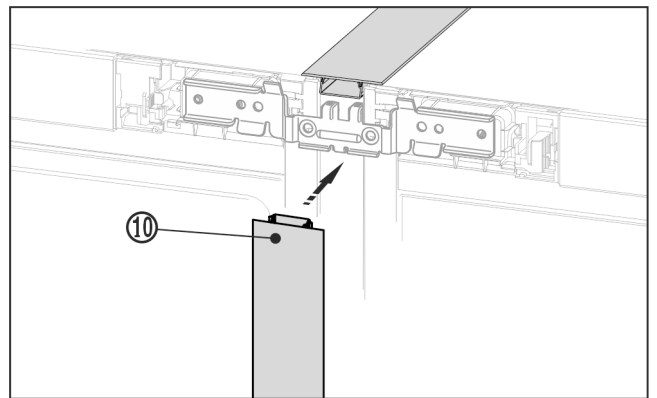

Fig. 22
- ▶ Nyomja az első oldalon a hosszú fedőlécet Fig. 22 (10) a függőleges nyílásba. Ügyeljen arra, hogy a léc az összekötő lemezen álljon.